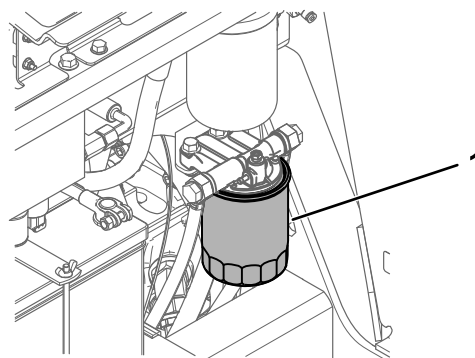

Figure 57
5. Placez un bac de vidange propre sous la cartouche du filtre à carburant (Figure 57).